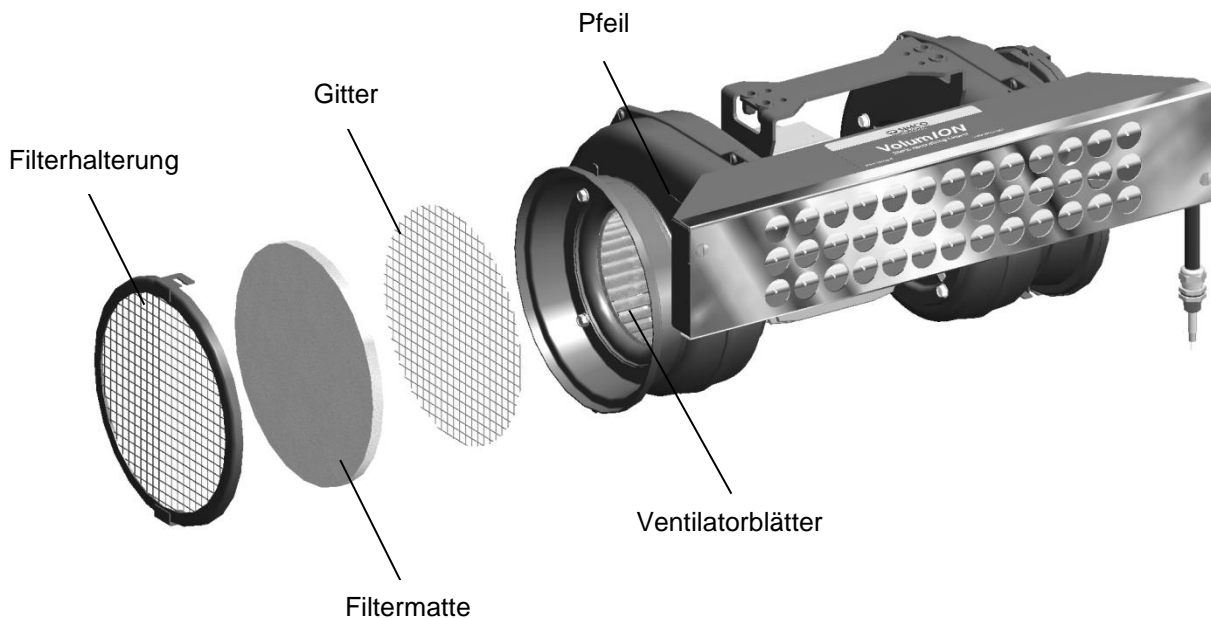

Abbildung 5: Montage des VolumION Luftfilters
Die Drehrichtung der Ventilatorblätter im Gebläsegehäuse muss kontrolliert werden. Diese ist mit einem Pfeil an der Seite des Gebläsegehäuses angegeben. Die Drehrichtung lässt sich durch einen Blick durch das Gitter bei drehenden Ventilatorblättern feststellen. Bei montierten Filtern muss zunächst einer der Filter entfernt werden, um die Ventilatorblätter sehen zu können. Siehe Abbildung 5.
- Montieren Sie das eventuell entfernte Gitter, die Filtermatte und die Filterhalterung wieder am Filtergehäuse (Abbildung 5).